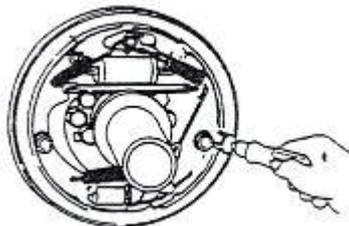

Рисунок 2-11
(1) Снимите опорный палец, регулировочную штангу, регулировочное устройство и пружину со вспомогательной тормозной колодки. См. Рис. 2-11